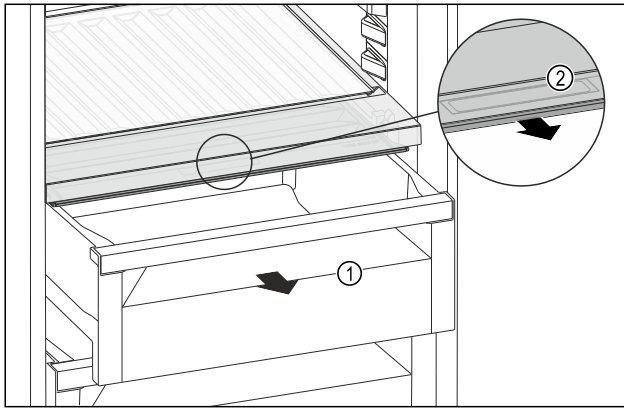

Fig. 122
- Schuifvak Fig. 122 (1) uittrekken.
- Greeplijst Fig. 122 (2) op het vakdeksel vastpakken en het vakdeksel gelijktijdig naar voren trekken.